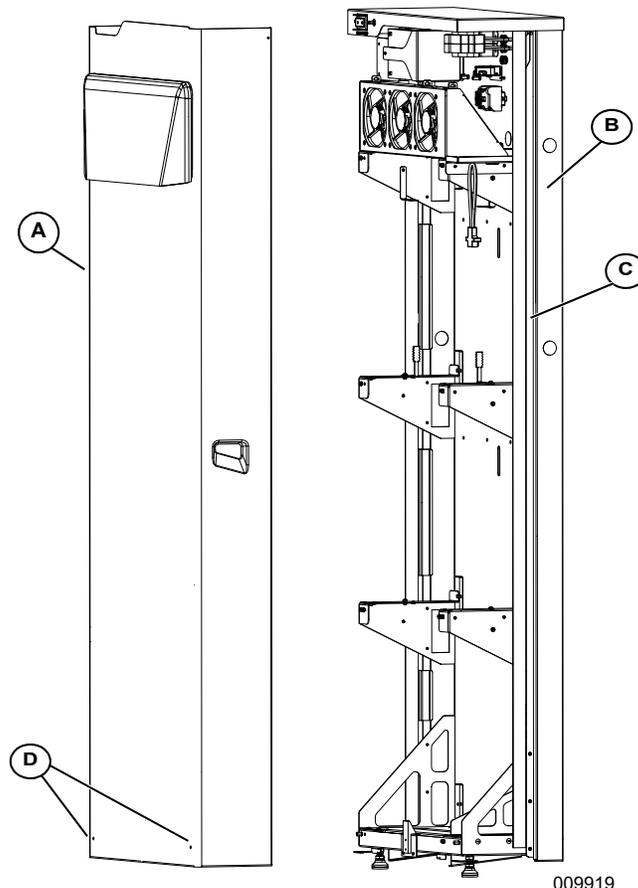

Figura 4-35. Instalación de la cubierta delantera (se muestra el modelo OR)
1. Consulte la **Figura 4-35**. Coloque la cubierta (A) en posición vertical frente a la unidad.
3. Deslice la cubierta recta hasta que se enganche con el cuerpo (B).
4. Verifique que todas las guías angulares estén metidas dentro del cuerpo. Los bordes posteriores de la cubierta deben estar contra toda la extensión de la junta de goma (C).
1. Consulte la **Figura 4-35**. Retire los tornillos SEM M4 x 16 mm (D) que fijan la cubierta (A) al cuerpo (B).
Consulte la Figura 4-35. Dentro de la batería PWRcell, los módulos de la batería están apilados en tres niveles con 2 módulos de profundidad, lo que permite que se conecten hasta 6 módulos en serie. En sistemas con menos de 6 módulos, una batería PWRcell se puede actualizar con módulos adicionales.